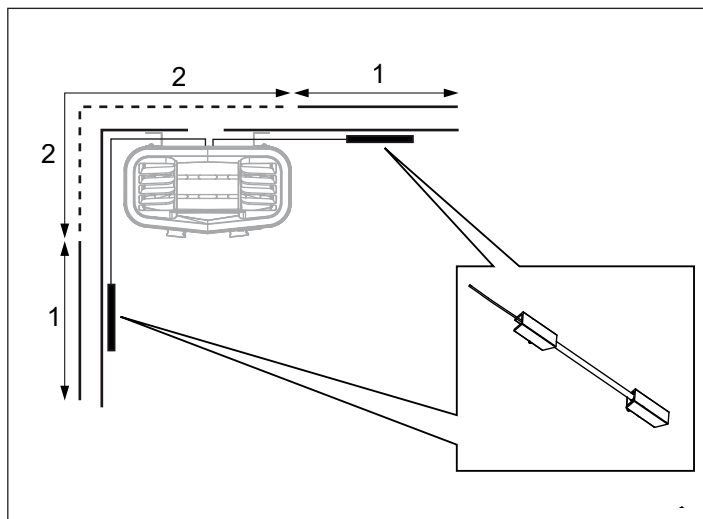

Рис. 15: Размещение датчика температуры
13. Инструкции по размещению держателя датчика температуры на стене см. на рис. 15. По возможности выберите положение 1. Положение 2 приведет к снижению температуры в сауне.